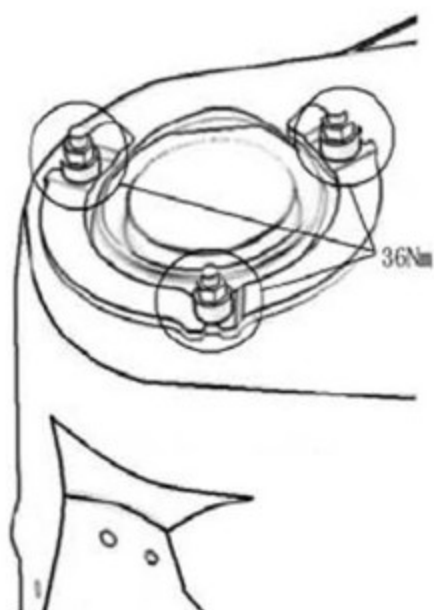

图 5.1-21
- b 拆下带螺旋弹簧的前减振器，拆下安装悬架支架的3个螺母，如图5.1-21 所示。